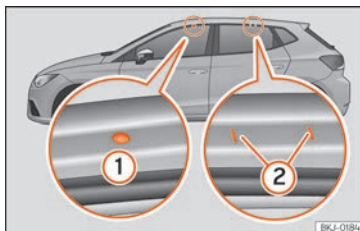

Fig. 117 Points de fixation des barres longitudinales pour la galerie porte-bagages du toit.
Les points de fixation avant et arrière ① et ② sont visibles uniquement lorsque les portes sont ouvertes » **fig. 117**.